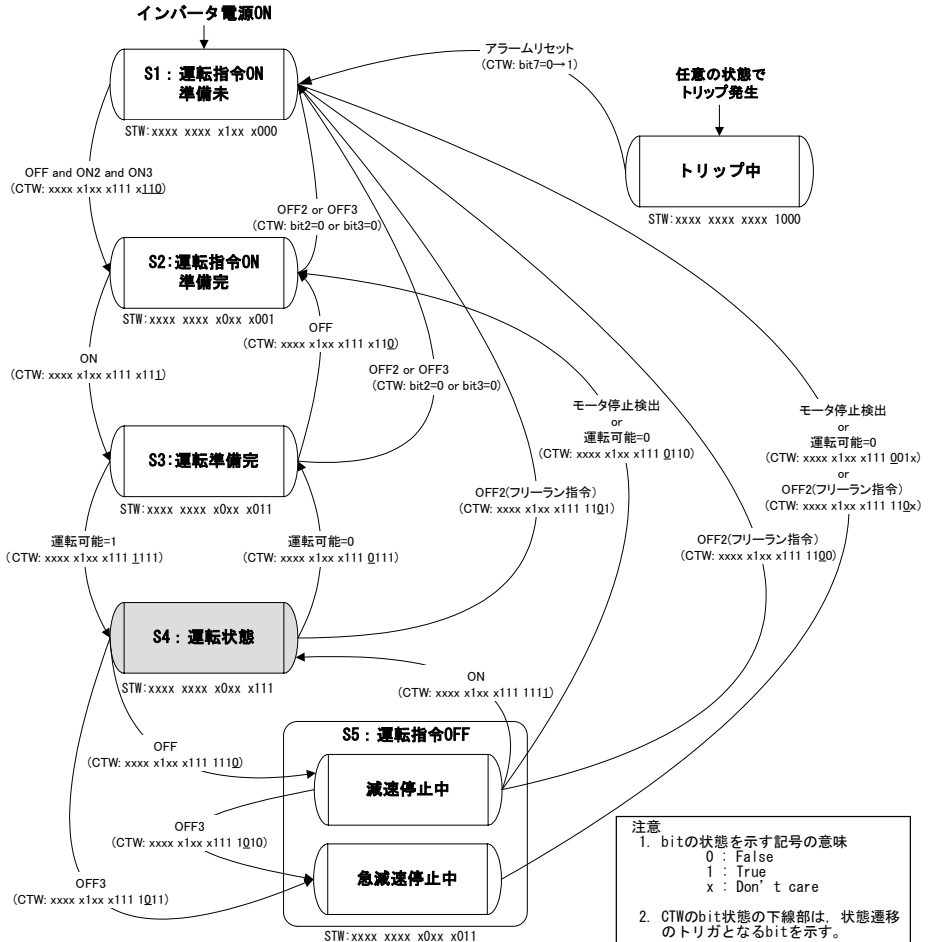

図 8.2 PROFIdrive の状態遷移図
📖 PROFIdrive の状態遷移条件については、次項「(2) STW(ステータスワード)」および図 8.2 を参照してください。
STW は PROFIdrive の状態遷移を表します。状態遷移については、図 8.2 を参照してください。
以下に PROFIdrive の状態遷移図を示します (図 8.2)。
注意 図 8.2 では、説明の簡単化のため CTW の bit4~6 および bit10 は常時 1 としています。これらの bit 値が 1 でないと状態遷移が正しくても、インバータは運転状態となりません。